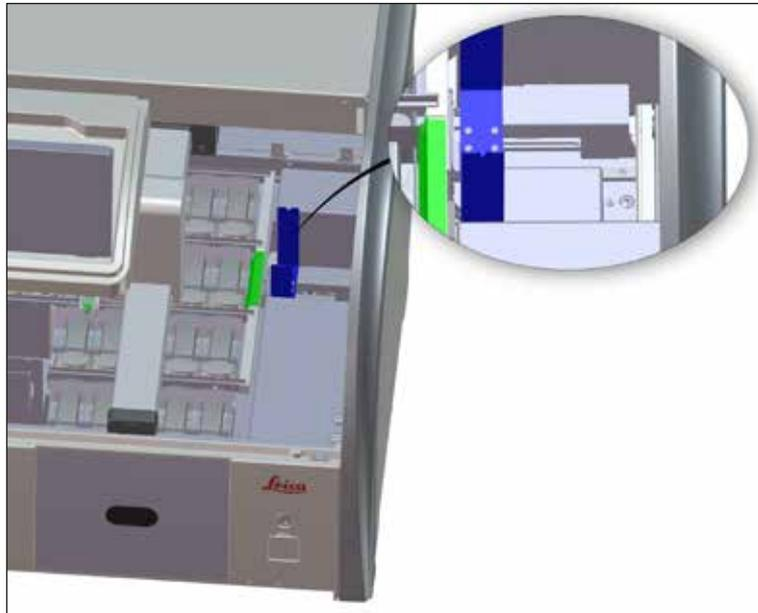

Fig. 98
- Inspeccione la estación de transferencia con regularidad (→ "Fig. 98") en busca de residuos de reactivos y, si fuera necesario, límpiela con un agente de limpieza suave con valor de pH neutro.